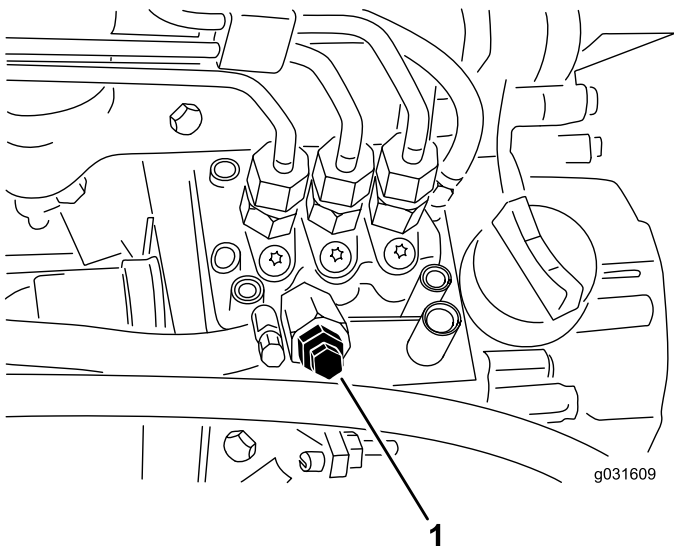

Figura 53
4. Deurubai urubul pentru purjarea aerului de pe pompa de injecție de combustibil (Figura 53).